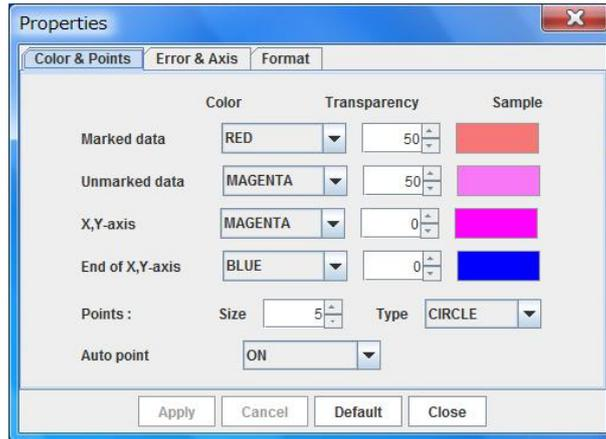
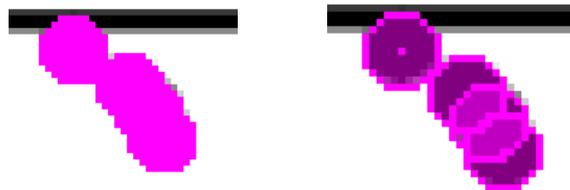

図 14: プロパティダイアログの "Color & Size" タブが選択されている画面
図 15: Transparency の数値について。左が Transparency 0 の図、右が Transparency 50 の図
“Color & Size” タブが選択されている時は、図 14 のように表示されます。座標軸やデータ点の色、点の大きさ、点や線の透明度を変更することができます。透明度 (Transparency) の値については、図 15 をご覧ください。
- 点、ラインの透明化 (伊藤)、透明時の点の表示の改良 (鈴木): 第 4.1 節 (図 15)。